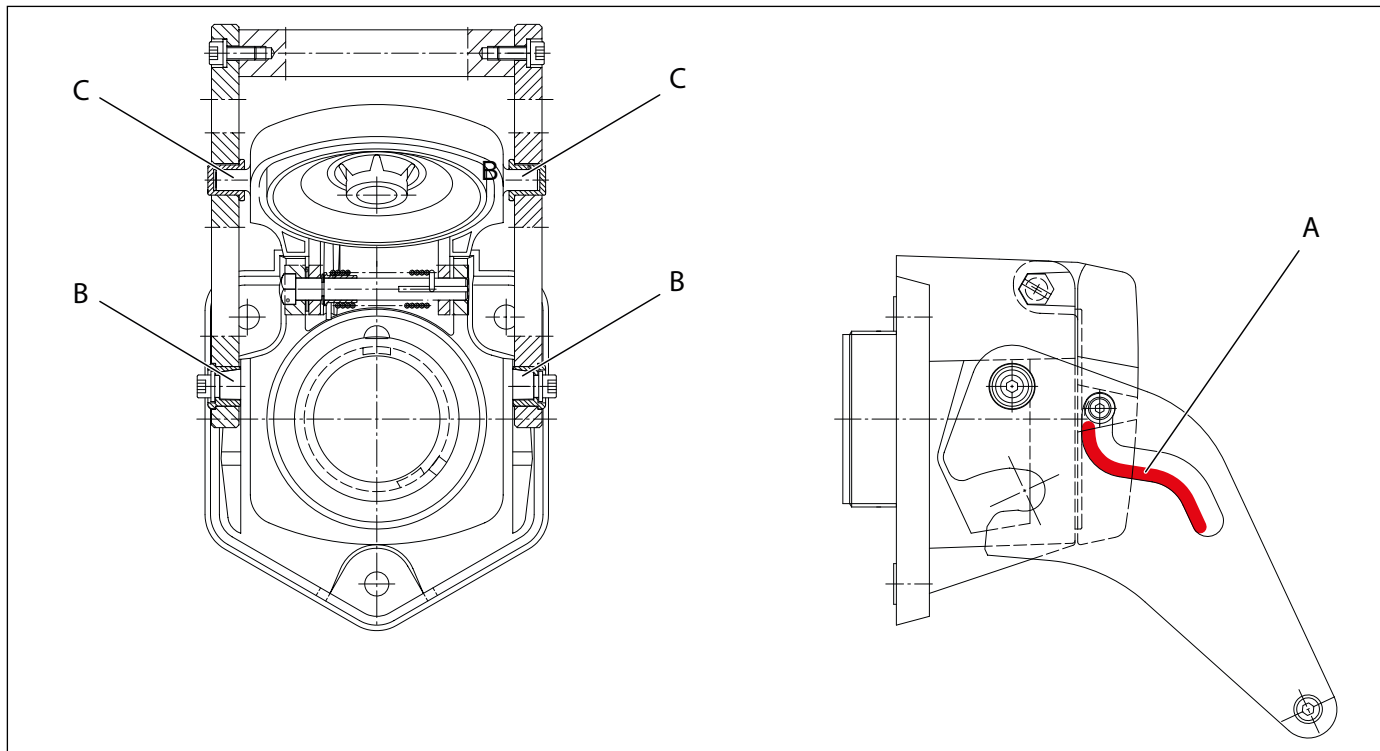

Abb. 23: Schmierstellen am Dosendeckel
1. Den in **Abb. 23** rot gekennzeichneten Bereich der Verriegelungskulisse (A) fetten.
2. Lager (B) und Hülse (C) fetten.